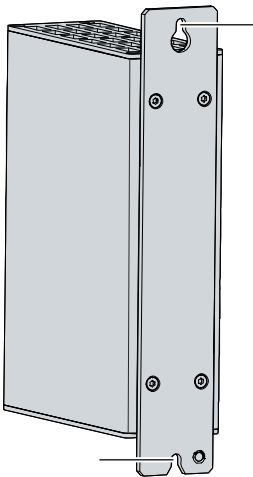

Abb. 11: Schaltschrankeinbau
2. Hängen Sie den PC an den gekennzeichneten Stellen der Montageplatte (siehe Abb. 11) auf die Schrauben.